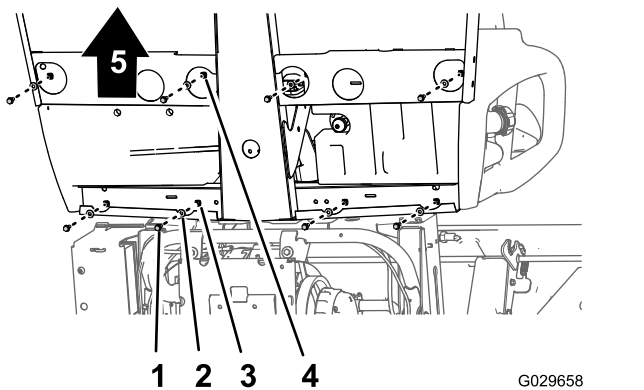
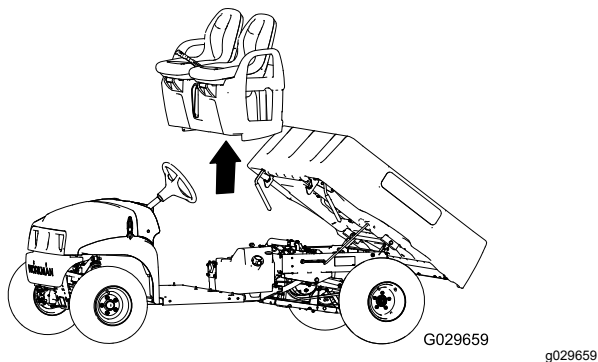

Figura 44
Figura 45
1. En la parte inferior de la máquina, retire los 8 pernos con arandela prensada y las 8 arandelas que sujetan la base de los asientos a la chapa de suelo y al perfil trasero de la cabina (Figura 44).
- Levante cuidadosamente el asiento, la base de los asientos y los cables del freno de estacionamiento de la máquina (Figura 44).
1. Levante los asientos y la base de los asientos, colóquelos en la máquina y conecte los cables de freno al chasis (Figura 44 y Figura 45).
2. Alinee los taladros de la base de los asientos con los taladros de la chapa de suelo y del perfil trasero de la cabina (Figura 44 y Figura 45).